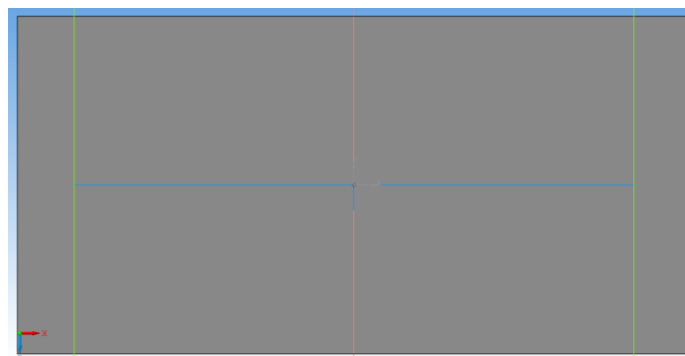

Рисунок 13.11 – Вид детали в режиме «Эскиз»
7. Нажмите Эскиз (рисунок 13.11).